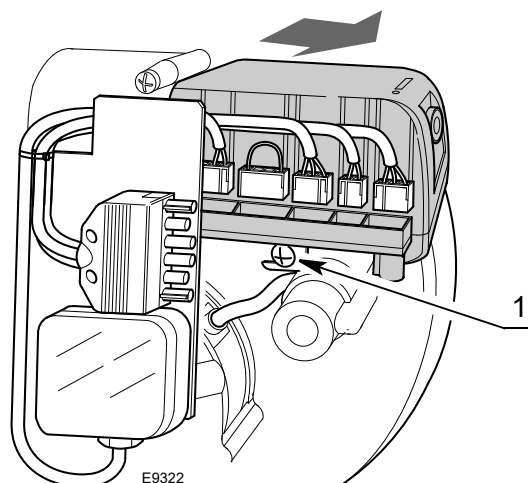

Fig. 15
- desconectar todos los conectores conectados a ella, el conector macho de 6 contactos, los cables de alta tensión y el cable de tierra (TB);
- desenroscar el tornillo 1 (Fig. 15) y tirar de la caja de control en el sentido de la flecha.
- enroscar el tornillo 1 (Fig. 15) con un par de torsión de $1 \div 1,2$ Nm;